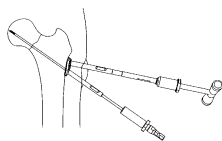

図 1-1
- 骨折部の整復後、トライアルガイドを用いて遠位側にガイドピンを刺入します。(図 1-1)